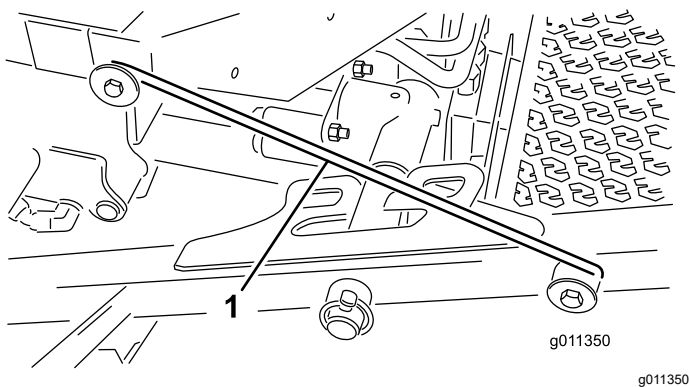

Figura 36
4. Liberare l'asta del dispositivo di sicurezza (Figura 36) dal fermo sulla parte anteriore del telaio portante.
5. Sollevate la parte esterna dei piatti di taglio anteriori e agganciate il dispositivo di sicurezza al perno del telaio presente sulla parte anteriore della piattaforma dell'operatore (Figura 36).